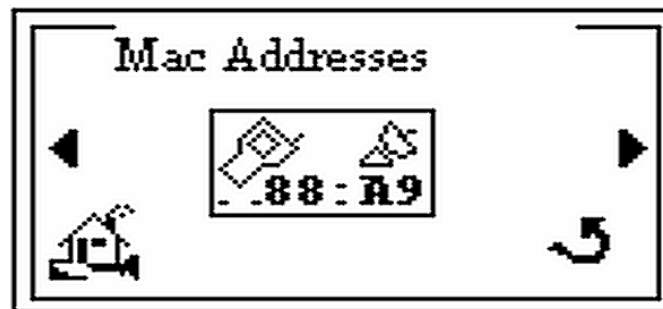

図 2-31 MAC Addresses 画面
6. ▶ を押すと *Mac Addresses* 画面が表示されます (図 2-31)。
8. **Enter** を押すと *Mac Addresses* 画面に戻ります (図 2-31)。